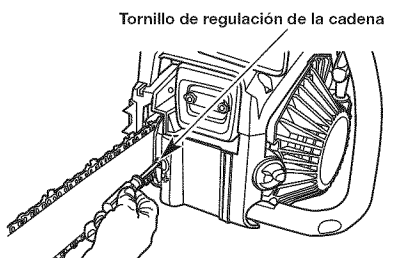

Fig. 32
3. Sostenga la punta de la barra guía hacia arriba y gire el tornillo de regulación de la cadena (Fig. 32) en sentido de las agujas del reloj, con un destornillador estándar, para tensar la cadena. La tensión deseada depende de la temperatura de la cadena: